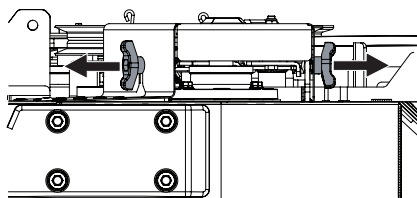

Figure 54
2. Retirez les boulons qui fixent les couvercles de courroie au plateau de coupe (Figure 54).